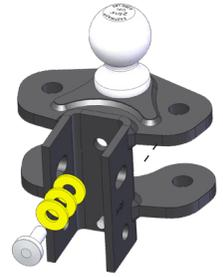

Figure 1
2. Insérez le rivet d’espacement avec rondelles à l’arrière de la tête d’attelage. Commencez avec 3 rondelles d’espacement pour la plupart des configurations. (Figure 1)